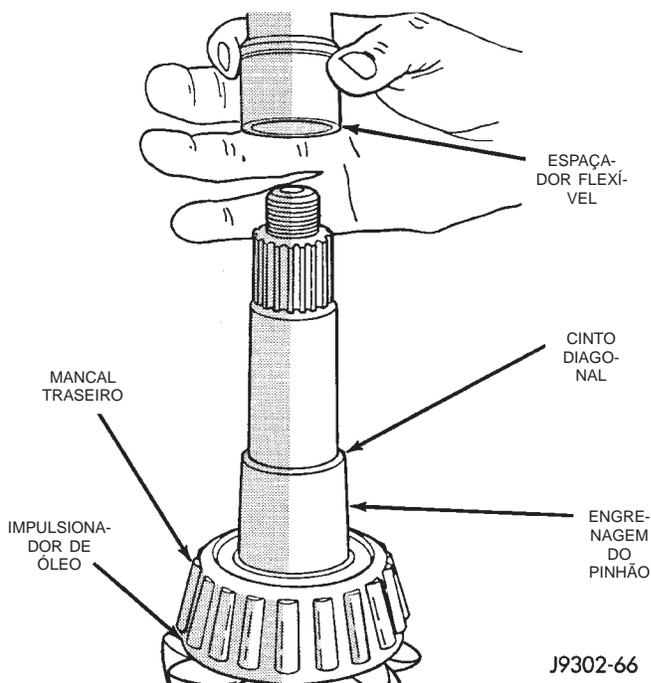

Fig. 30 Espaçador Flexível
(12) Remova o espaçador de pré-carga flexível (Fig. 30).